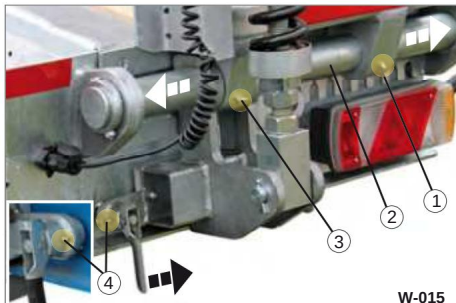

Fig. 18 Smøring af rampeleje
- ÿ Brug en fedtsprøjte til at smøre lejet ved smøreniplerne (fig. 18/1,3,4), indtil der kommer fedt ud.
- ÿ Smør boltlejepunkterne (fig. 18/2) med maskinfedt.